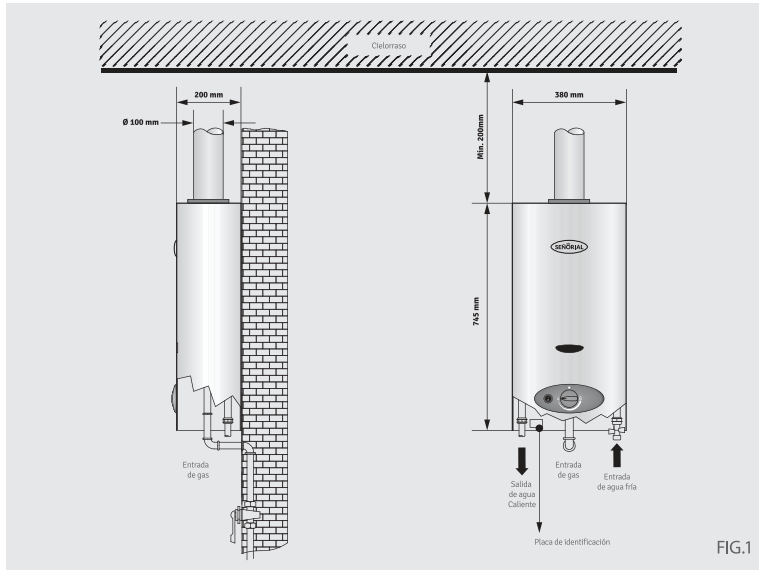

FIG.1
2. Fije el artefacto de manera que quede perfectamente aplomado a la pared. (ver Fig. 1)